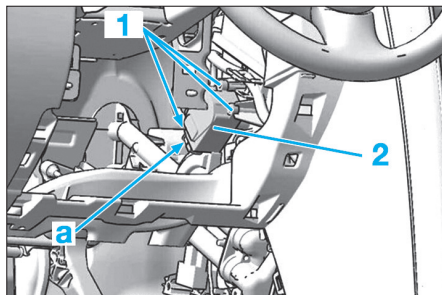

Fig. 26
- Débrancher le connecteur (a) (Fig.26).
- Déposer les vis (1), puis le motoréducteur (2).